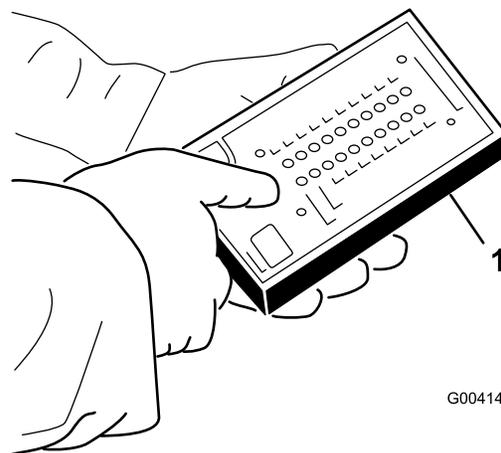

図 50
5. ハーネスのコネクタ（図 50）に ACE テスターを接続する。